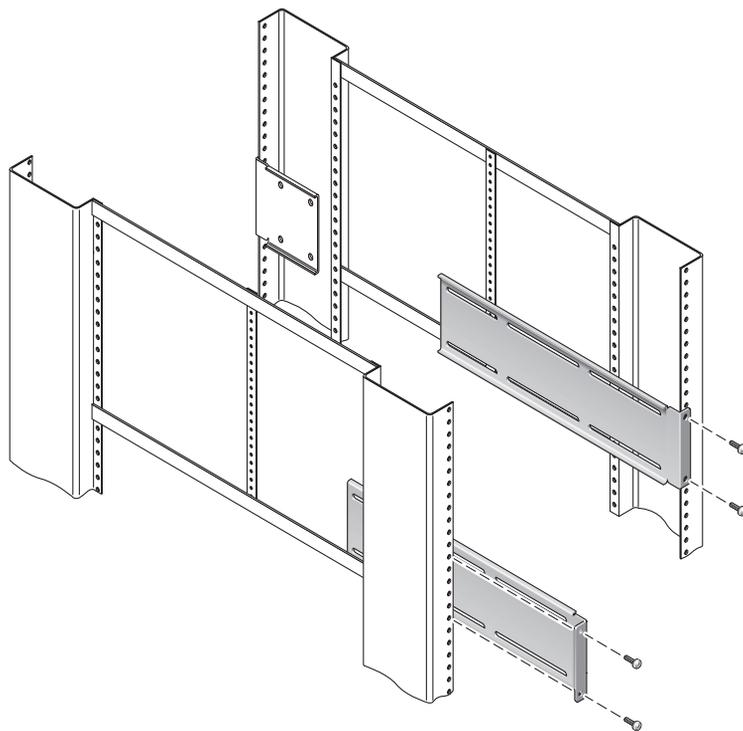

FIGURA 3-11 Fijación de los soportes largos a la parte posterior del bastidor
8. Levante cada soporte largo hasta la posición deseada en la parte *posterior* del bastidor y acople un soporte largo a cada una de las posiciones verticales posteriores del bastidor (FIGURA 3-11).
7. Fije los soportes con las piezas de extensión y las correderas al bastidor como se ilustra en la FIGURA 3-11.